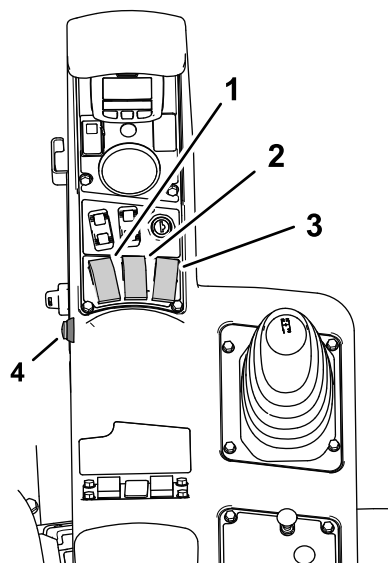
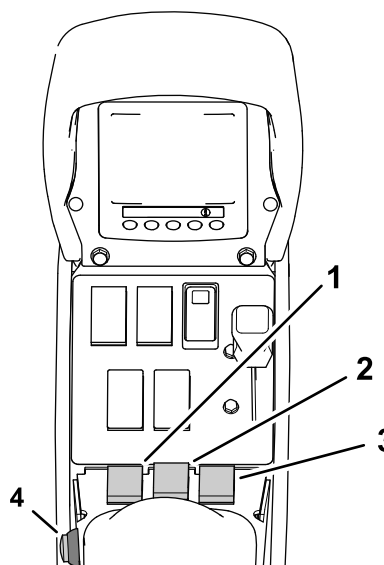

Figura 154
Figura 155
1. Coloque os três interruptores de secção (dispostos na consola de comando da máquina) na posição LIGAR (Figura 154 e Figura 155).
2. Pressione o interruptor de secção principal na máquina (Figura 154 ou Figura 155).